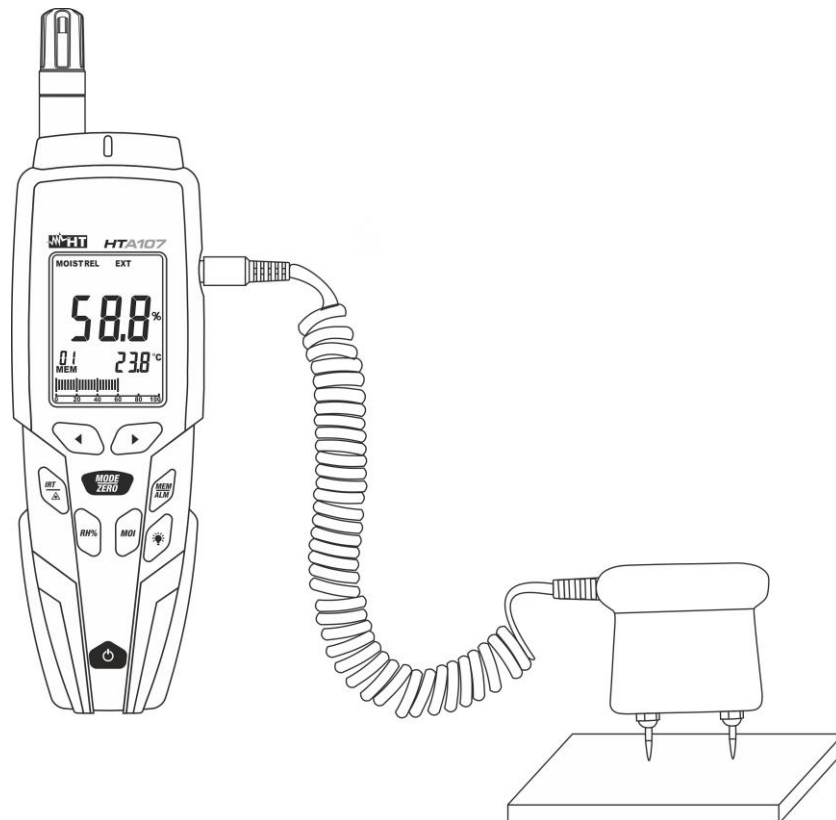

Abb. 9: Verwendung des Geräts zur Messung der Feuchtigkeit mit dem externen Fühler
5. Kontaktieren Sie die Sensoren des Fühlers mit der zu messenden Oberfläche (siehe Abb. 9). Der Wert der relativen Feuchtigkeit erscheint im Hauptdisplay. Der Wert der Lufttemperatur erscheint im sekundären Display.